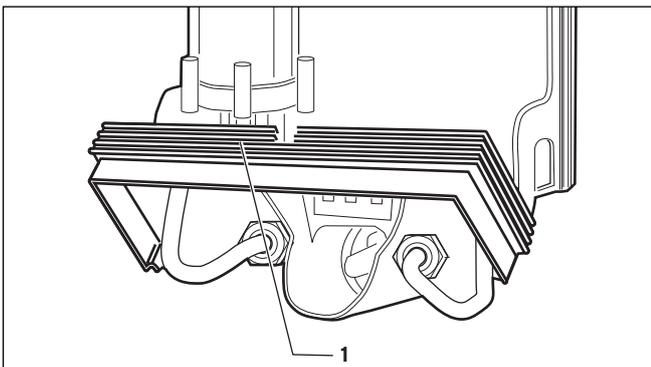

Abb. 4.9 Klapprahmen des Gerätes
- Um die Montage des Wasseranschlusses zu vereinfachen, kann der untere Teil des Geräte Rahmens nach oben geklappt werden (siehe (1) in Abb. 4.9). Nach der Installation des Anschlusses müssen Sie den unteren Teil des Geräte Rahmens zurückklappen, bis dieser eingerastet ist. **Der Klapprahmen darf nicht entfernt werden.**